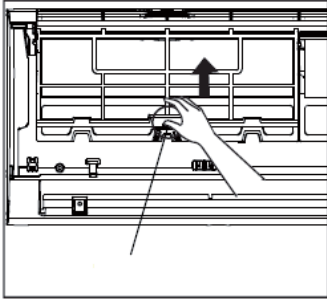
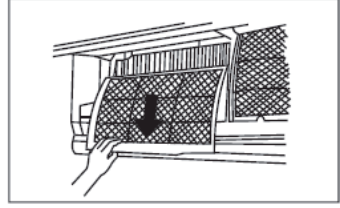

fig. 15 -
fig. 16 -
3. Filtreleri, kilitlerinden çıkana kadar orta tırnaklarından yukarı doğru itiniz ve aşağı doğru çekerek çıkartınız ("fig. 15 -" ve "fig. 16 -")